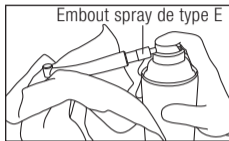

Fig. 13
- 3 Tenez la pièce à main et pulvérisez pendant 2 ou 3 secondes, jusqu'à ce que de l'huile sorte par la tête de la pièce à main (Fig. 13). Répétez la lubrification jusqu'à ce que des corps étrangers cessent de sortir par l'extrémité.